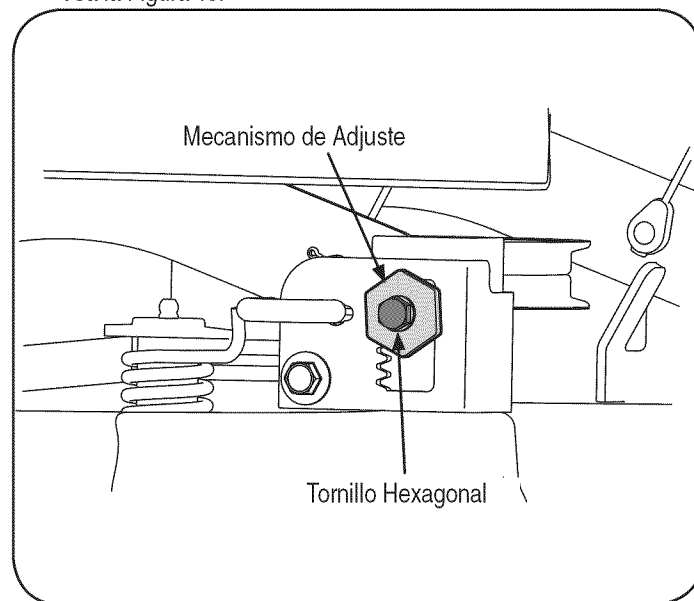

Figura 15
4. Desde el lado izquierdo del tractor, afloje sin quitar, el tornillo hexagonal de la ménsula de ajuste izquierda de la plataforma. Vea la Figura 15.
- Para nivelar la plataforma gire el mecanismo de ajuste, ubicado inmediatamente detrás del tornillo hexagonal, en sentido de las agujas del reloj (hacia atrás) para bajar el lado izquierdo de la plataforma. Gire el mecanismo en sentido contrario a las agujas del reloj (hacia adelante) para levantar el lado izquierdo de la plataforma. Vea la Figura 15.